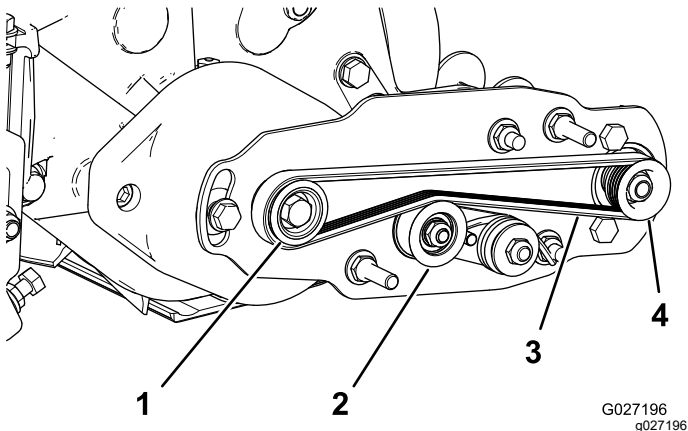

Рисунок 14
- Обведите ремень вокруг **ведущего** шкива, а затем проложите по верхней части натяжного шкива (Рисунок 14).